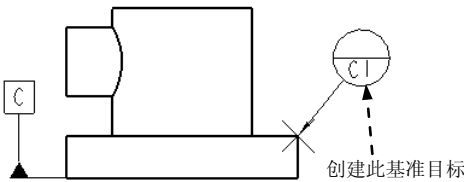
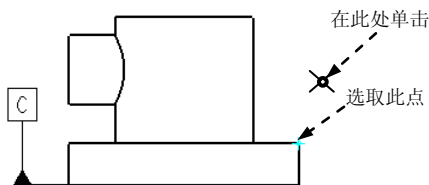

图 5.4.8 创建基准目标
图 5.4.11 定义基准点
下面将在模型“base”的工程图中创建图 5.4.8 所示的基准目标，以此说明在工程图环境中创建基准目标的一般操作过程。
Step5. 在图形区选取图 5.4.11 所示的点，单击“基准点”对话框中的 **确定** 按钮。
Step6. 此时系统弹出 **GET POINT (获得点)** 菜单，在图 5.4.11 所示的位置单击，此时在视图中显示基准目标，如图 5.4.8 所示。